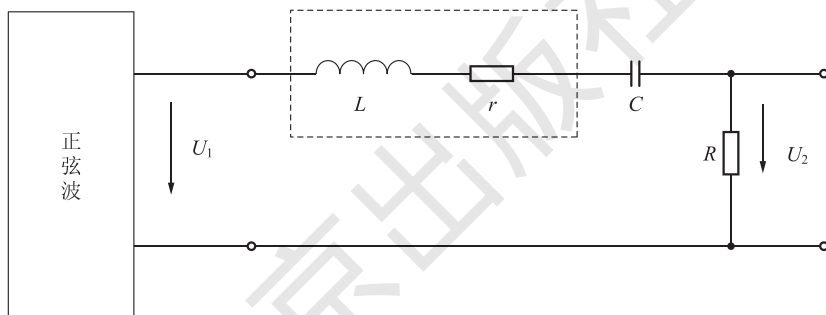

图 2.8.1
1. 本实验电路元件选实验板的  $L = 10\text{mH}$ ,  $C = 0.01\mu\text{F}$ ,  $R$  调至  $620\Omega$ , 连线如图 2.8.1, 图中  $r$  为电感线圈的电阻。
3. 将图 2.8.1 中的电阻改为  $1300\Omega$ ,重做上述内容,并把所测量的数据填入表中,同表 2.8.1,这里略。